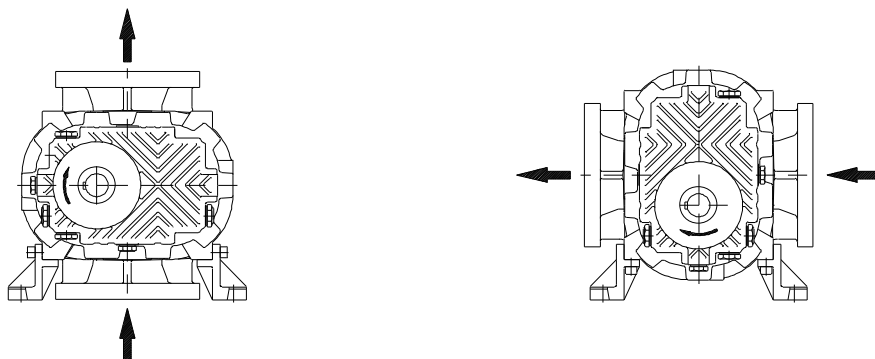

Fig. 5
**Attenzione : Non utilizzare il soffiatore con senso di rotazione o verso del flusso diversi da quanto indicato in Fig. 5**